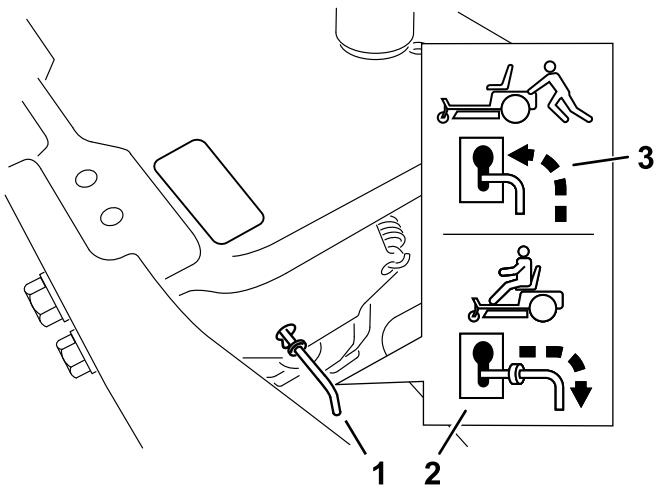

Figura 32
- Mueva las palancas de desvío hacia delante a través del orificio y hacia abajo para bloquearlas en esa posición (Figura 32).
Mueva las palancas de desvío hacia atrás a través del orificio y hacia abajo para bloquearlas en esa posición, según se muestra en la Figura 32.